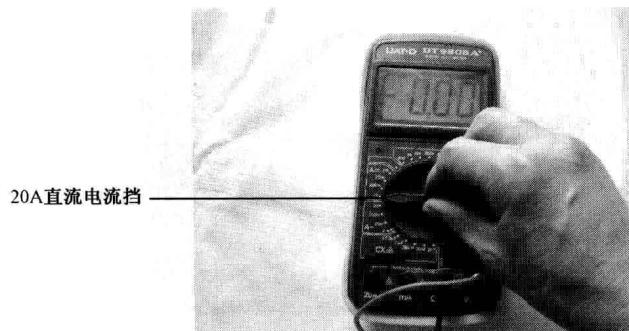
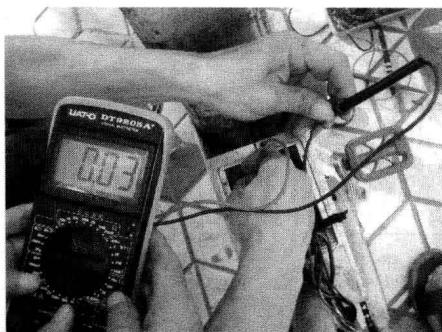

图1-40 将量程开关拨至直流电流量程
图1-41 直流电流测量
(4) 电流的测量：按图 1-40 所示将量程开关拨至“DCA”（直流）或“ACA”（交流）的 20A 量程，红表笔插入“20A”孔，黑表笔插入“COM”孔，并将万用表串联在被测电路中。测量直流量时，数字万用表能自动显示极性。直流电流测量如图 1-41 所示。